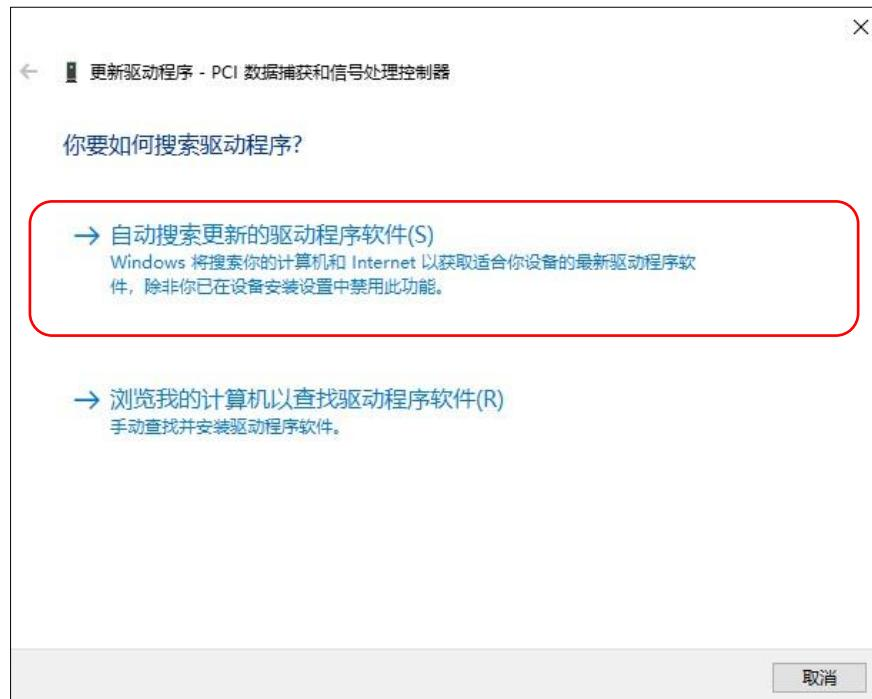

图 2.5、浏览我的计算机以查找驱动程序软件
- 2) 选中“PCI 数据捕获和信号处理控制器”，单击鼠标右键，选择“更新驱动程序”。在弹出对话款中选择“浏览我的计算机以查找驱动程序软件”，如下图 2.5 所示。